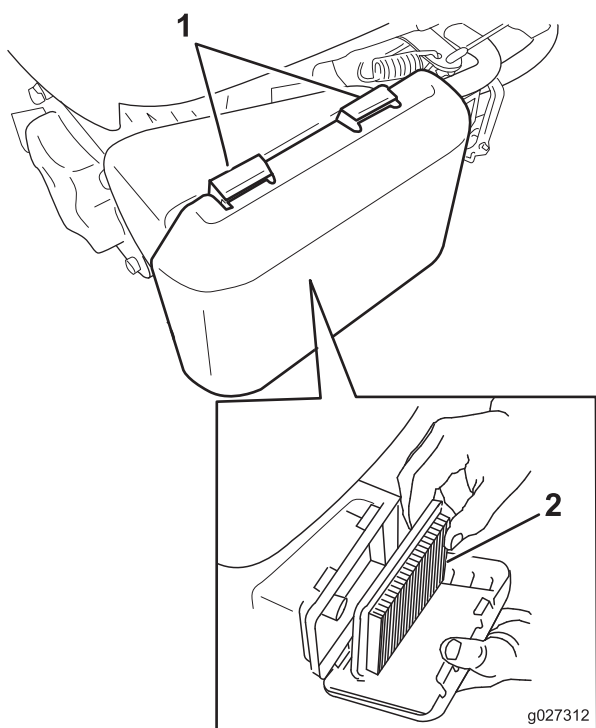

Figure 21
2. Appuyez sur les languettes de verrouillage en haut du couvercle du filtre à air (Figure 21).